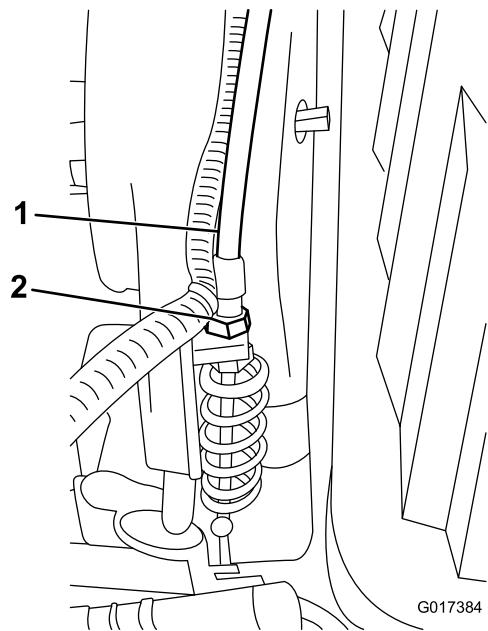

図 45
3. トランスマッショントラブルヘッド部で、リールコントロールのケーブル（図 45）を行う；スプリングの長さが 70.6-72.4 mm になるように調整する。